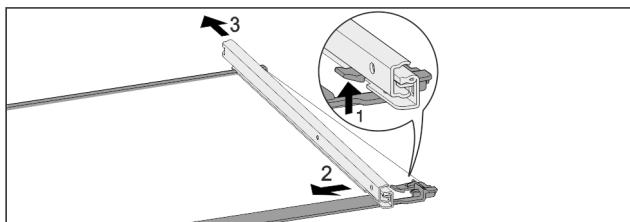

Fig. 40 Skleněná deska s kolejničkami
- Přední aretační háček zatlačte nahoru. Fig. 40 (1)
- Výsuvnou kolejničku vysuňte stranou Fig. 40 (2) a dozadu Fig. 40 (3).